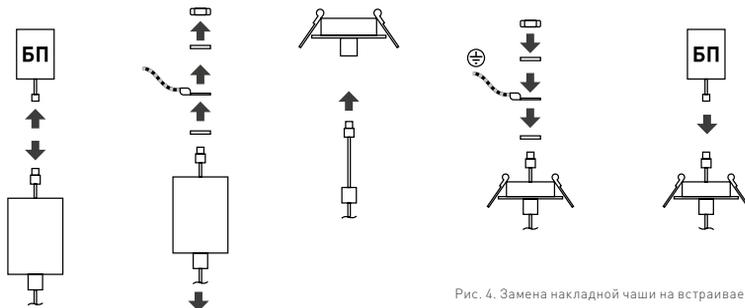

Рис. 4. Замена накладной чаши на встраиваемую
3.3. Для замены накладной потолочной чаши на встраиваемую выполните следующие действия (рис. 4):